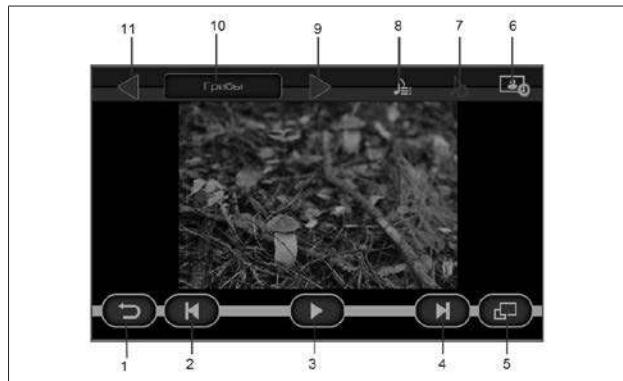

Рис. 9. Окно проигрывания файлов изображений
Если при просмотре фотографий нажать на кнопку **II (3)** (рис. 9), а затем нажать на кнопку возврата (кнопка **1**, рис. 9), то происходит переход в главное меню, и на кнопке **«Фотографии»** (рис. 2) появляется индикатор паузы. Этот режим позволяет вернуться к просмотру фотографий с того места, где была поставлена пауза.